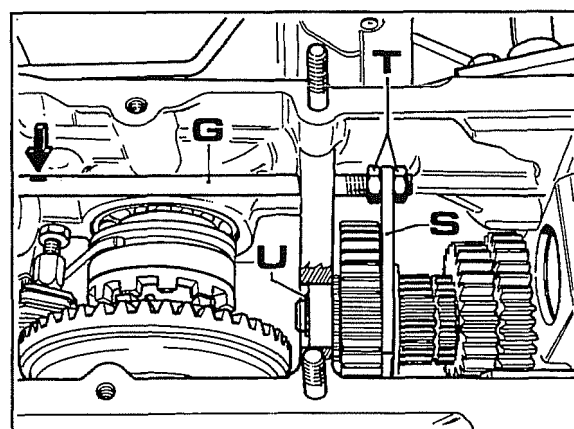

Fig. 15
3. Contrassegnare l'asta **G** comando forcella presa di forza, nel punto indicato dalla freccia in fig. 15. Questa operazione si rende necessaria per mantenere la stessa posizione dell'asta in senso rotatorio durante la fase di rimontaggio.
4. Allentare la forcella **S** fig. 15 di selezione presa di forza tramite i dadi **T**, quindi separarla dall'asta.
5. Togliere l'anello elastico seeger **U** fig. 15 ferma cuscinetto.
- Nel rimontaggio della forcella **S** di fig. 15, ricordare di ruotare la rispettiva asta **G** con il contrassegno nella posizione originaria (punto indicato dalla freccia in fig. 15). Montare la forcella registrandola nella posizione in cui i giochi vengono suddivisi in parti uguali sull'innesto delle due velocità. Verificare inoltre che in posizione di folle non vi siano degli attriti, quindi bloccare la forcella coi due dadi contemporaneamente per non variare la posizione dell'asta rispetto al contrassegno.